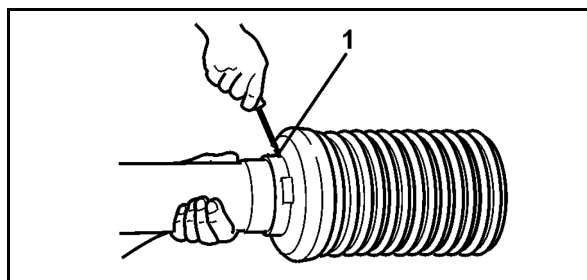

Fig. 54
2. Dévissez la vis d'arrêt (Fig. 54/1) du bol de protection.